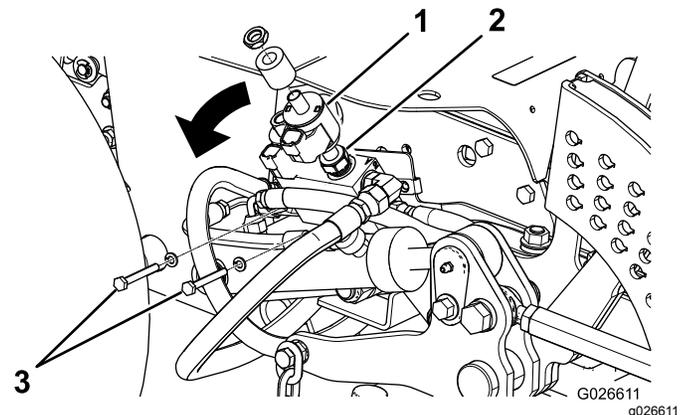

Figura 9
- B. Fate scorrere la bobina verso l'alto per ottenere accesso alla valvola a solenoide e allentate delicatamente la valvola a solenoide (Figura 9).
- C. Rimuovete i 2 bulloni che fissano il collettore della valvola di sollevamento (Figura 9).
- D. Inclinate verso l'esterno il collettore della valvola di sollevamento (Figura 9).